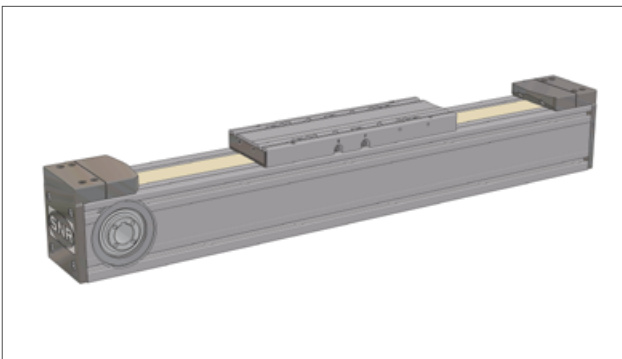

Bild 5.1 — AXC mit Zahnriemenantrieb
- 3 Antriebsvarianten: Zahnriemen-, Spindel- oder Zahnriemen -  $\Omega$  - Antrieb (Bild 5.1 bis 5.3)